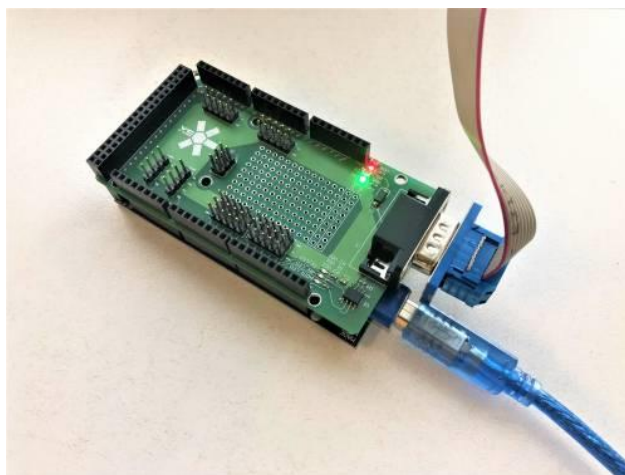

Рисунок 14 – Процесс сборки устройства системы раскрытия солнечных батарей
- Сборка устройства системы раскрытия СБ (рисунок 14)